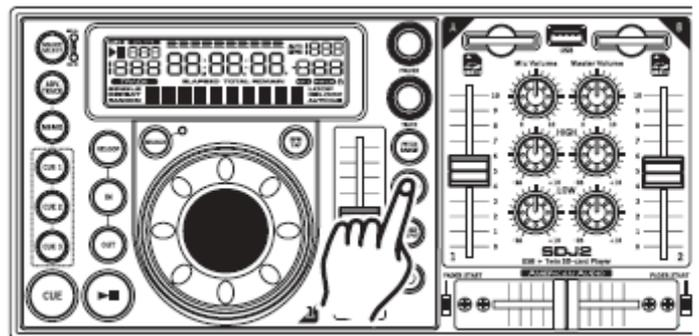

Figure 44
**UTILISER LE SÉLECTEUR DE POURCENTAGE DE PITCH SLIDER (10) :** Vous pouvez choisir un taux de pitch à tout moment. Pour modifier le taux, assurez-vous que la fonction pitch est activée, voir Figure 44. Le pourcentage du pitch peut être changé entre +/- 4 %, +/- 8 %, +/- 16 %. 4 % vous permet la manipulation la plus restreinte du pitch et 16 % vous permet la manipulation la plus ample du pitch. Pour régler les différentes valeurs, appuyez à répétition sur le **BOUTON DE POURCENTAGE DE PITCH (10)** jusqu'à ce que la valeur désirée soit atteinte.